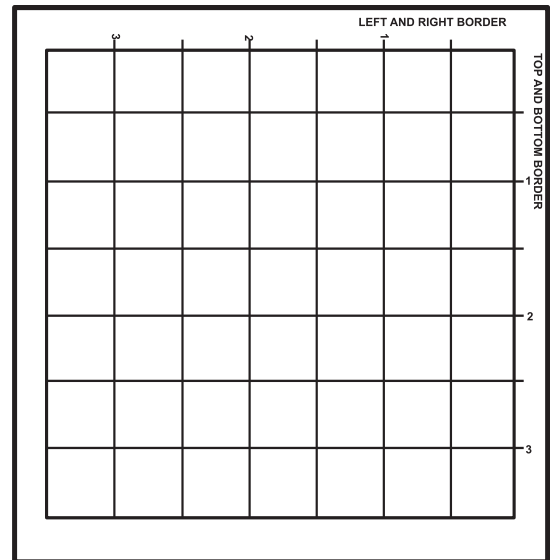

Fig. 2
- 2. Guide-bordure (Fig. 2) – grille de mesure blanche avec espacements des lignes de 1/16 po et butée d’alignement de coin au verso.
- 2. Randschablone (Abb. 2) - Ein weißes Raster mit parallelen Linien im Abstand von 1/16" (Zoll) sowie ein Anschlagpunkt für die Eckeinstellung auf der Unterseite.
- 2. Guida per bordi (Fig. 2): griglia di misurazione bianca con linee distanziate in multipli di 1/16" e un fermo angolare di allineamento sul lato inferiore.
- 2. Guía de bordes (Fig. 2): grilla de medición en blanco con líneas espaciadas que aumenta de a 1/16" y un tope de alineación en la esquina sobre la parte inferior.